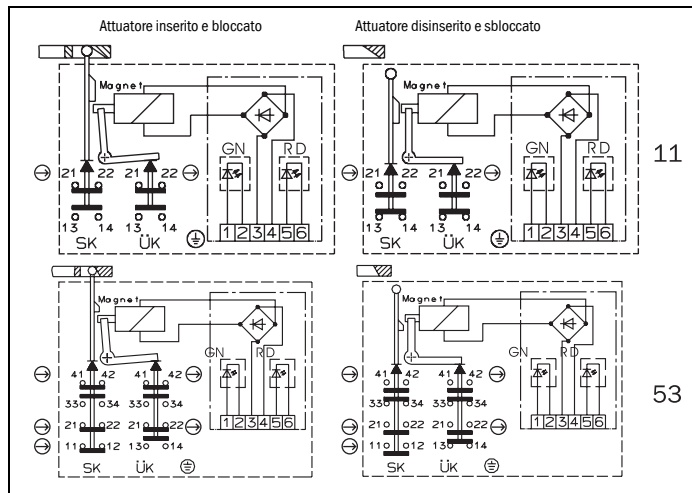

Fig. 2: Elementi e funzioni di comando
- Per l'assegnazione dei contatti vedere Fig. 2.
Applicando la tensione magnetica d'esercizio il perno con ritenuta sblocca l'attuatore oppure il dispositivo di protezione. La sorveglianza della ritenuta ÜK viene aperta. Sono accesi i LED verde e rosso (cf. Fig. 2).
- ⚠ Per il circuito di sicurezza vanno impiegati esclusivamente gli organi di comando contrassegnati dal simbolo di apertura forzata (vedere Fig. 2).
Disattivando la tensione magnetica d'esercizio il perno con ritenuta sblocca l'attuatore/ il dispositivo di protezione. Si apre il circuito di comando di sorveglianza ÜK. Sono accesi i LED rosso e verde. (vedere Fig. 2).